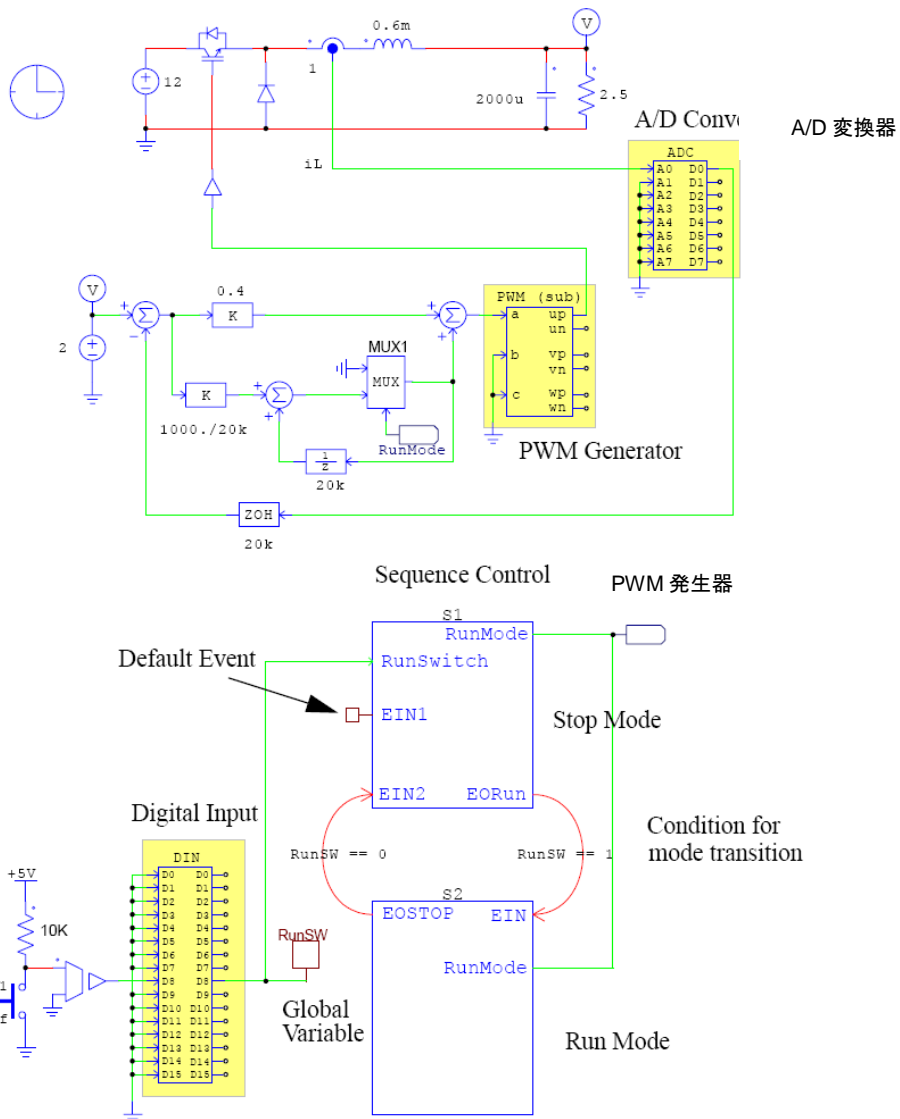
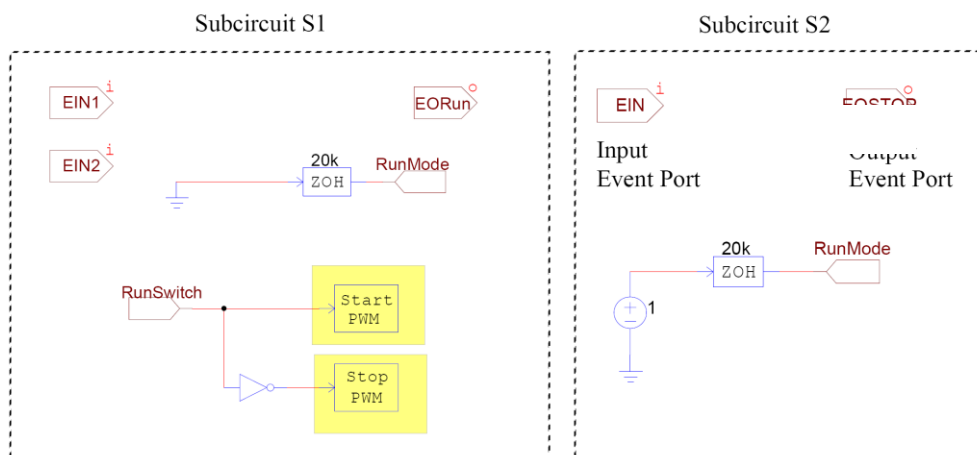

図2.6 シーケンス制御付き降圧チョッパ制御回路
図 2.7 Run モードと Stop モードのサブ回路
- Stopモードでは、積分器は働かないようにし、その出力を0にリセットします。イベントコントロール付きシステムの例を図2.6に示します。図において、S1およびS2はサブ回路であり、このサブ回路S1およびS2の内容を図2.7に示します。